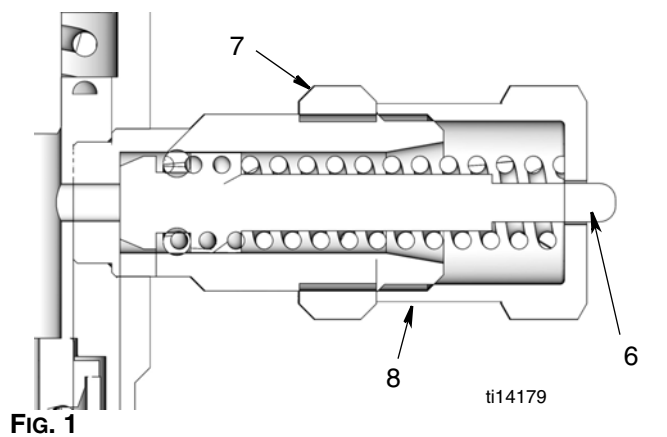

FIG. 1
I numeri di riferimento utilizzati nelle seguenti istruzioni fanno riferimento a FIG. 1.
Per prevenire guasti ai componenti, il dado di regolazione (8) non deve essere esteso oltre la posizione completamente retratta del pistone (6). Vedere FIG. 1.